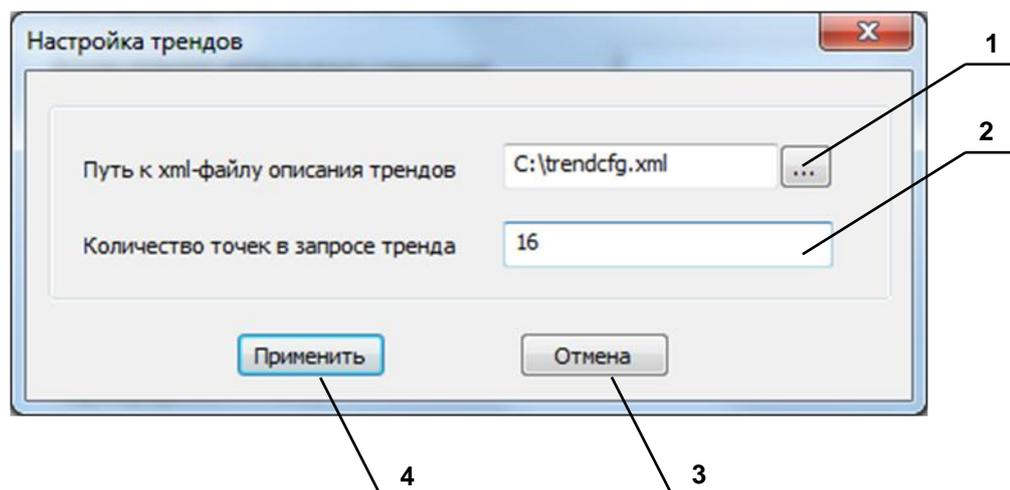

Рисунок 6.5 – Диалоговое окно настройки трендов
- 20 **Настройка трендов.** При нажатии на данную кнопку появляется диалоговое окно (рисунок 6.5), определяющее путь к xml-файлу описания трендов контроллера. Файл *krug\_db.dtd* должен находиться в том же каталоге, что и xml-файл
При нажатии на кнопку **«Настройка трендов»** появляется диалоговое окно, в котором можно настроить путь к xml-файлу описания трендов контроллера (рисунок 6.5).